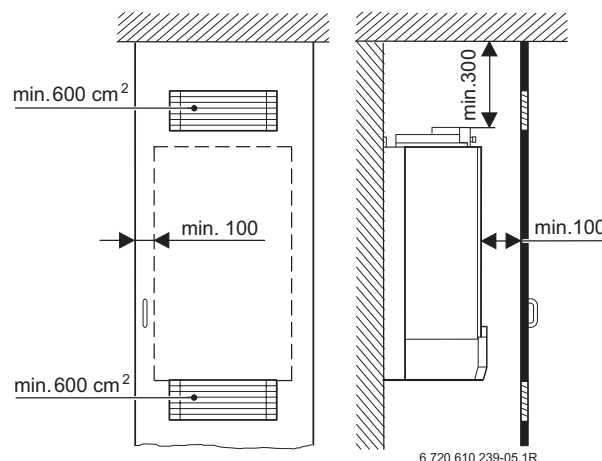

Bild 5
- ▶ Der Deckenabstand, erforderliche Lüftungsöffnungen und der Abstand einer Umkleidung ist zu beachten, Bild 5.